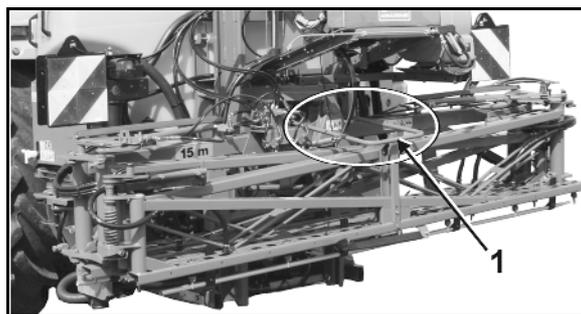

Bild 43
2. Sänk ned den i hopfällda sprutrampen via höjdinställningen tills den automatiska transportlåsningen (Bild 43/1) låser sprutrampen (vid ca 30 cm avstånd från sprutramp till rampraversens underkant).
- Därigenom låses höjdinställningen vilket förhindrar oavsiktlig frigörning av transportlåsningen (Bild 43/1).
Bild 43 visar låst transportlåsning